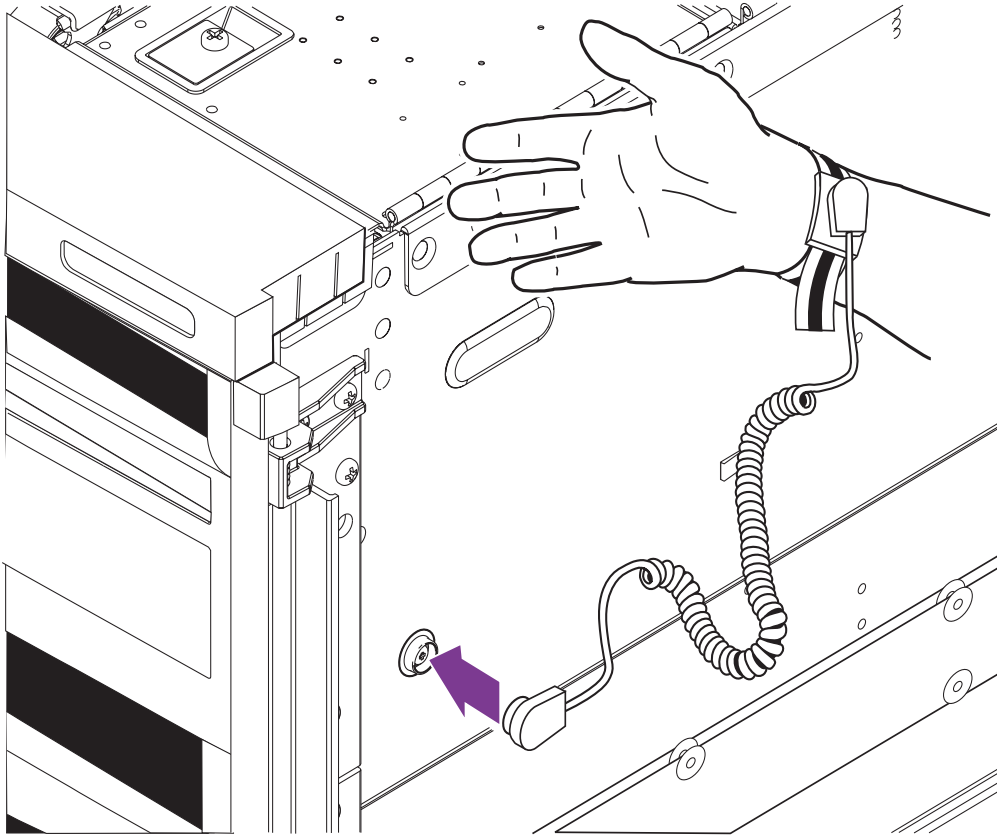
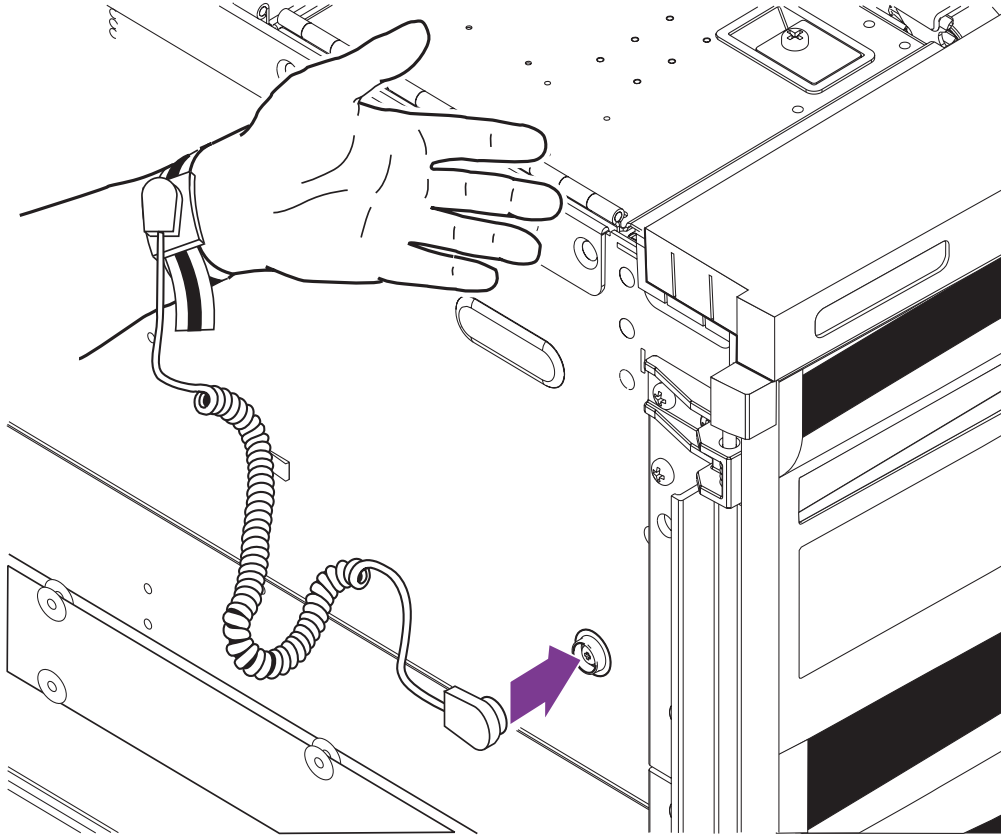

图 2 连接防静电腕带 - 右侧
图 3 连接防静电腕带 - 左侧
- 要将防静电腕带连接到机箱，请按图 2 或图 3 所示连接腕带。